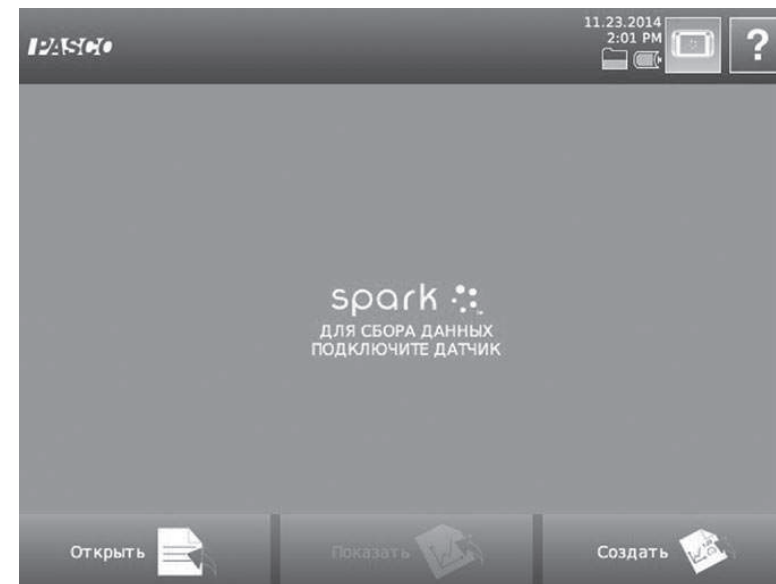

Рис. 2.
- Включите регистратор данных SPARK SLS. Если зонд для датчика температуры подключен некорректно, то на экране вы увидите информацию, показанную на рис. 2.